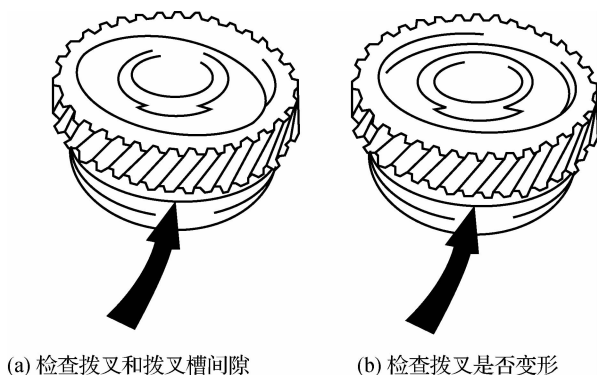

图 6-5 检查变速器齿轮磨损情况
(3)若固定螺钉(或螺栓)不松动,应拆下变速器盖,检查齿轮轮齿、齿套是否磨损成锥形,并检视滑动齿轮和第二轴花键的配合情况,如图 6-5 所示。若齿轮磨损严重或配合松动,应更换磨损严重的零部件。